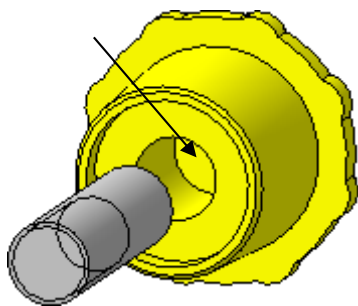
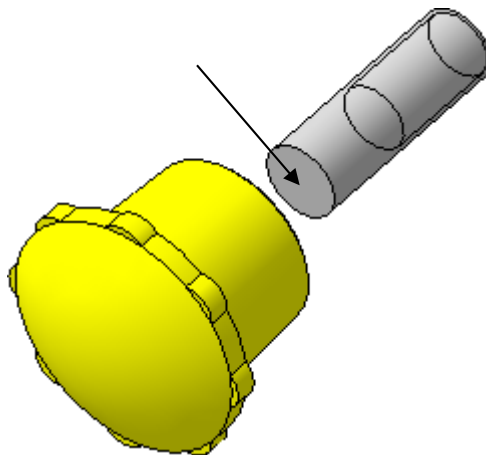

Рис. 72
Рис. 73
- переместите стержень, как показано на рис. 72, чтобы он находился вне ручки стопора);
- задайте сопряжение  **Совпадение объектов** и укажите сначала на плоскую грань внутри отверстия **Ручки стопора** (рис. 72) (чтобы развернуть сборку можно воспользоваться командой  **Повернуть** на панели **Вид** или, удерживая нажатым колесико мыши, вращать модель), затем на плоскую грань на **Стержне** (рис. 73).